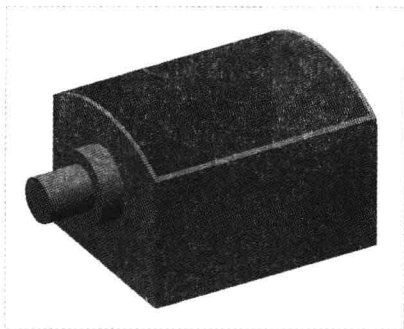

图 8-13 创建线性轴特征
Step 06 单击“接受值”按钮, 在选择表面的下方边上单击鼠标左键, 弹出“与参考的距离”数值框, 输入 100, 单击“接受值”按钮, 然后单击“轴: 草绘”对话框中的“确定”按钮, 即可创建线性轴特征, 如图 8-13 所示。